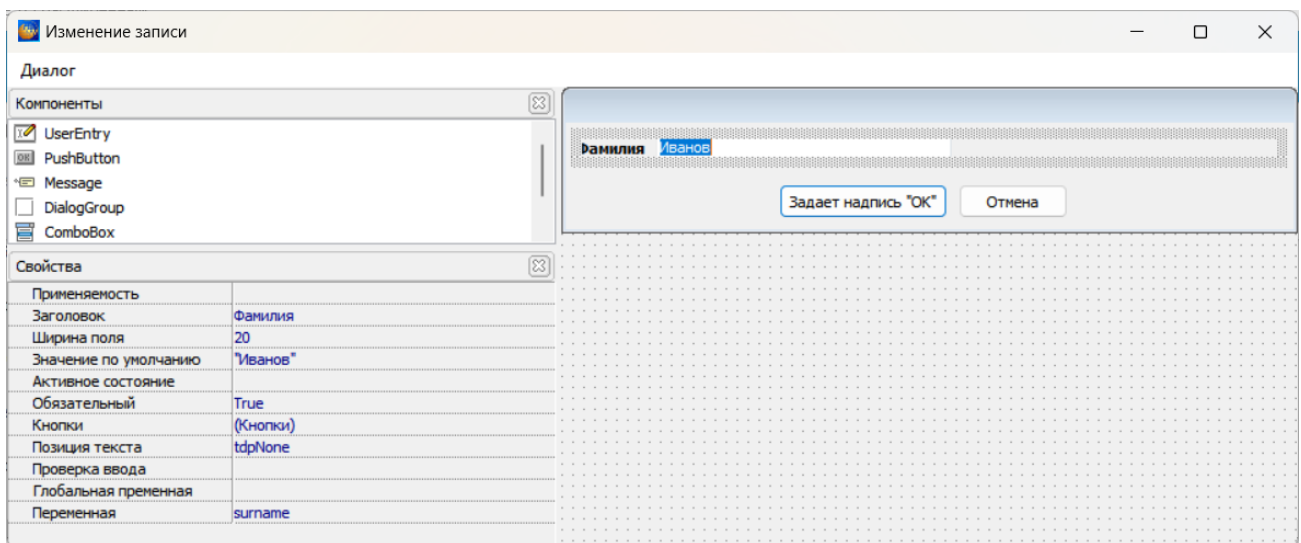

Рисунок 608
12) В поле **Переменная** раскрыть выпадающий список и выбрать локальную переменную, которой будет присвоено значение, введенное в поле ввода (рисунок 608).